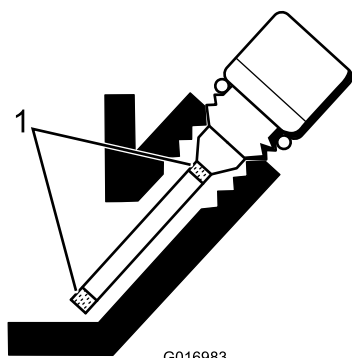

Рисунок 30
5. Если уровень низкий, добавьте ровно столько масла, чтобы его уровень находился между насечками на щупе (Рисунок 30).